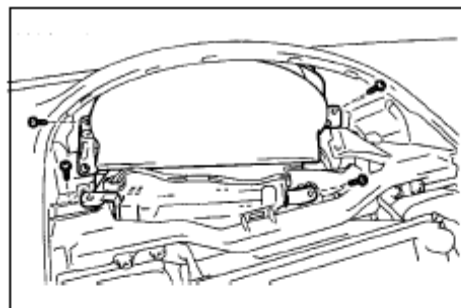

Рис. 531
- a. Открутите 4 винта (рис. 531)